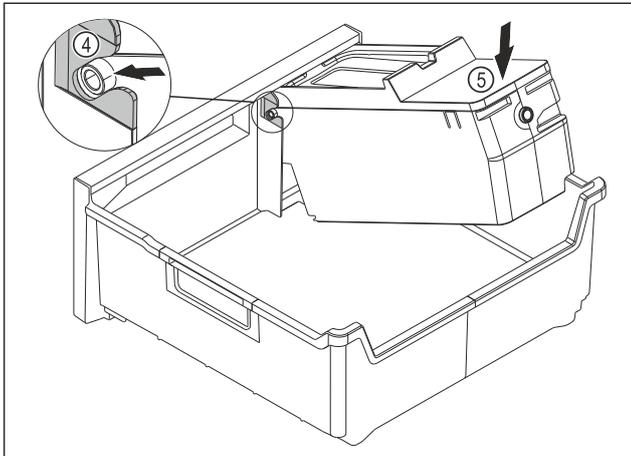

Fig. 93
- ▶ Monter le corps de l'EasyTwist-Ice : Insérer les axes du corps de l'EasyTwist-Ice dans les guides Fig. 93 (4).
- ▶ Appuyer l'arrière du corps de l'EasyTwist-Ice Fig. 93 (5) vers le bas.